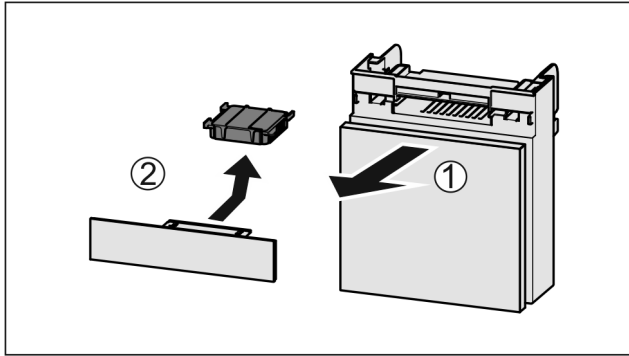

Fig. 94
- ▶ Húzza ki Fig. 94 (1) előrefelé a rekeszt.
- ▶ Vegye ki az aktívszén-szűrőt Fig. 94 (2).